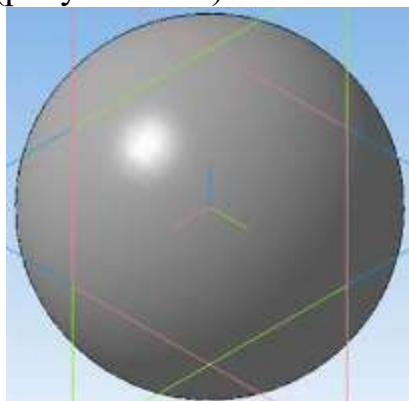

Рисунок 15.8 – Отображение модели Полутоновое с каркасом
14. На Инструментальной панели Вид выберите команду **Полутоновое, Полутоновое с каркасом** (рисунок 15.8).